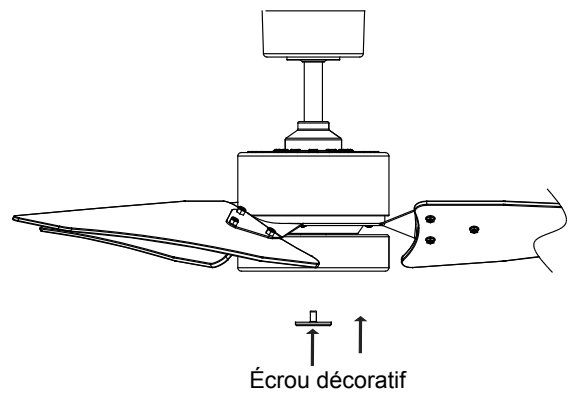

Fig. 17
Étape 4. Installez l'écrou décoratif en le vissant dans l'arbre. (Fig. 17)